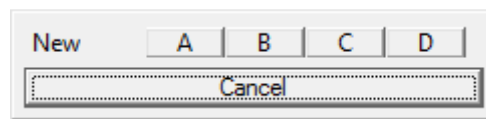

Figura 6 – Janela aberta quando se seleciona o componente 74LS04D
O primeiro passo para se trabalhar com circuitos digitais é inserir portas lógicas. Para isto, dispomos de dois métodos. No primeiro deles, devemos escolher um determinado circuito integrado (CI) usando a toolbox “Components”. Nela, temos duas opções: “Place TTL” e “Place CMOS”. Clique em uma destas opções e será aberta uma janela “Select a component” onde todas as subfamílias são mostradas, em especial a classe 74. Você deve escolher um CI nesta lista. Para exemplificar, escolhamos a família TTL e o CI 74LS00D digitando o nome deste CI no campo “Component”. Será aberta uma janela similar a mostrada na Figura 6